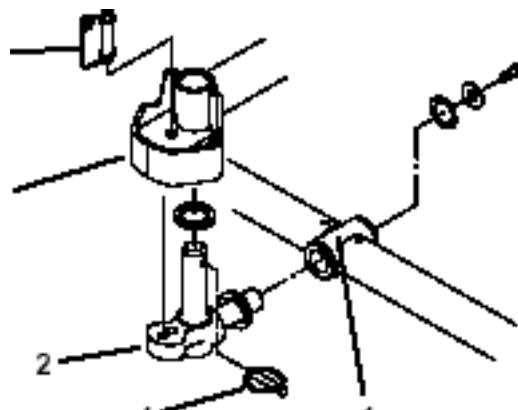

図 8
6. スラストワッシャを、ピボットナックルの水平シャフトに差し込む（図8）。
7. ピボットナックルの水平シャフトをキャリアフレームの取り付け穴に差し込む（図8）。
8. スラストワッシャ、平ワッシャ、フランジヘッドキャップスクリューを使って、ピボットナックルをキャリアフレームに固定する（図8）。
9. ピボットナックルの垂直シャフトにスラストワッシャを差し込む（図8）。
10. ピボットナックルの垂直シャフトを外している場合には、ここで昇降アームのピボットハブに差し込む（図8）。ピボットナックルを2枚のゴム製センタリングバンパー（昇降アームステアリングプレートの下）の間に挟む。
11. ピボットナックルシャフトのクロスホールにリンチピンを差し込む（図8）。